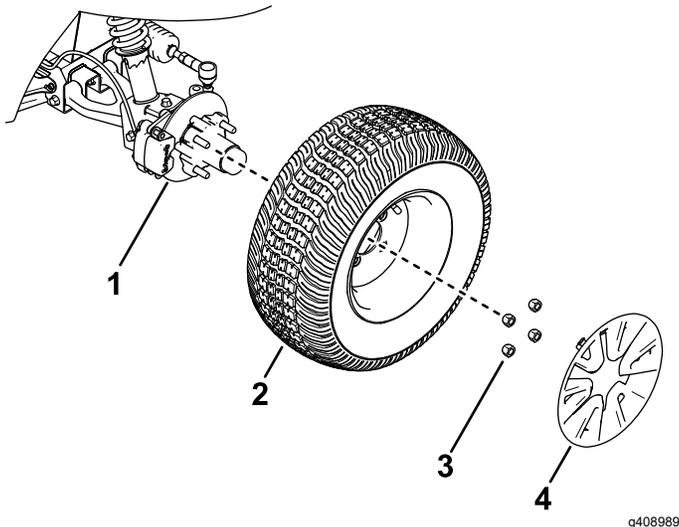

Figura 24
2. Retire el tapacubos y las 4 tuercas que sujetan la rueda al cubo (Figura 24).
4. Alinee los taladros de la rueda con los espárragos del cubo y monte la rueda en el cubo con la válvula hacia fuera (Figura 24).
5. Sujete la rueda al cubo usando las tuercas de rueda (Figura 24).